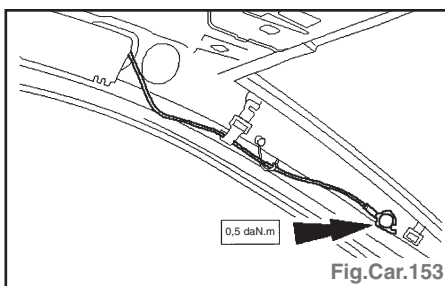

Fig.Car.153
- Déposer la vis de fixation avant de module airbag rideau latéral (Fig. Car.153).